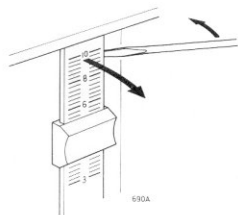

Fig. 4
- Steek een schroevendraaier aan de bovenzijde tussen paneel van de schuifknop en de iets dieper liggende frontplaat (zie fig. 4).